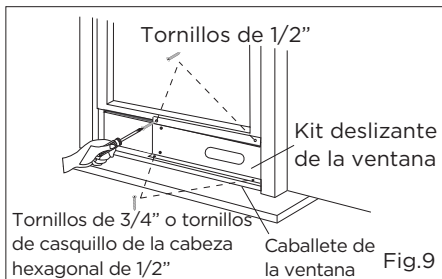

Fig.9
3. Cerrar el marco de la ventana con seguridad contra el kit deslizante de la ventana (Fig.9).
4. Apretar los dos tornillos 1/2" para asegurar el kit deslizante de la ventana al marco de la ventana marco (Fig.9).
5. Asegurar el kit deslizante de la ventana al caballete de la ventana (Fig.9):